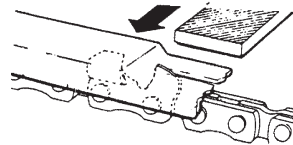

Fig. 44
- 3) Coloque la herramienta del calibre de profundidad en la cuchilla. En el caso de sobresalir el calibre de profundidad, lime su nivel con la parte superior de la herramienta. Lime siempre desde el interior de la cadena hacia el exterior de la cuchilla. (Fig. 44)